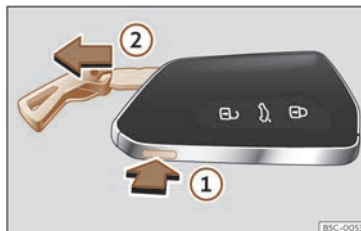

Fig. 73 Cheia cu telecomandă: scoateți lama cheii.
- Apăsați butonul >>> fig. 73 ① pentru a scoate inelul de pe cheie și scoateți lama cheii ②. Apăsarea ușoară pe inel îl lasă fixat ca telecomandă.
- Apăsați butonul >>> fig. 73 ① pentru descuiere. Apăsați și mențineți butonul ① și în același timp trageți de inel în direcția săgeții >>> fig. 73 ② pentru a scoate complet lama cheii.